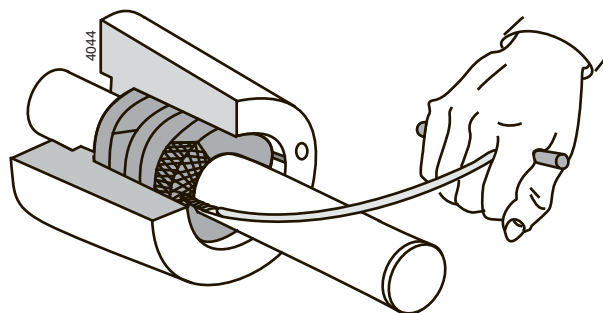

Figure 20: Dépose des bagues de garniture avec un extracteur.
- Votre fournisseur de garnitures peut vous livrer un extracteur de garniture spécial. Voir figure 20.